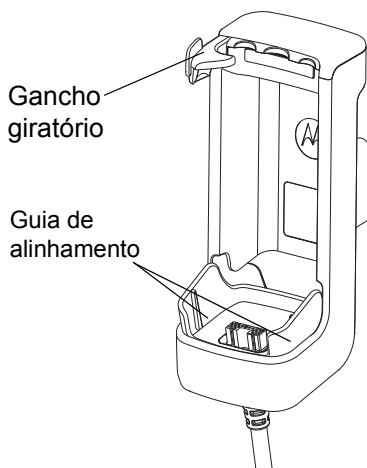

Figura 1. Base de carregamento PMLN6182 com módulo de alimentação para veículos.
1. Coloque o Terminal Portátil TETRA no suporte alinhando as ranhuras no fundo do Terminal Portátil TETRA com os guias de alinhamento no fundo do suporte, conforme ilustrado na Figura 1, abaixo.
1. Empurre o gancho rotativo na direção dos ponteiros do relógio para soltar (ver figura 1 na página 4).